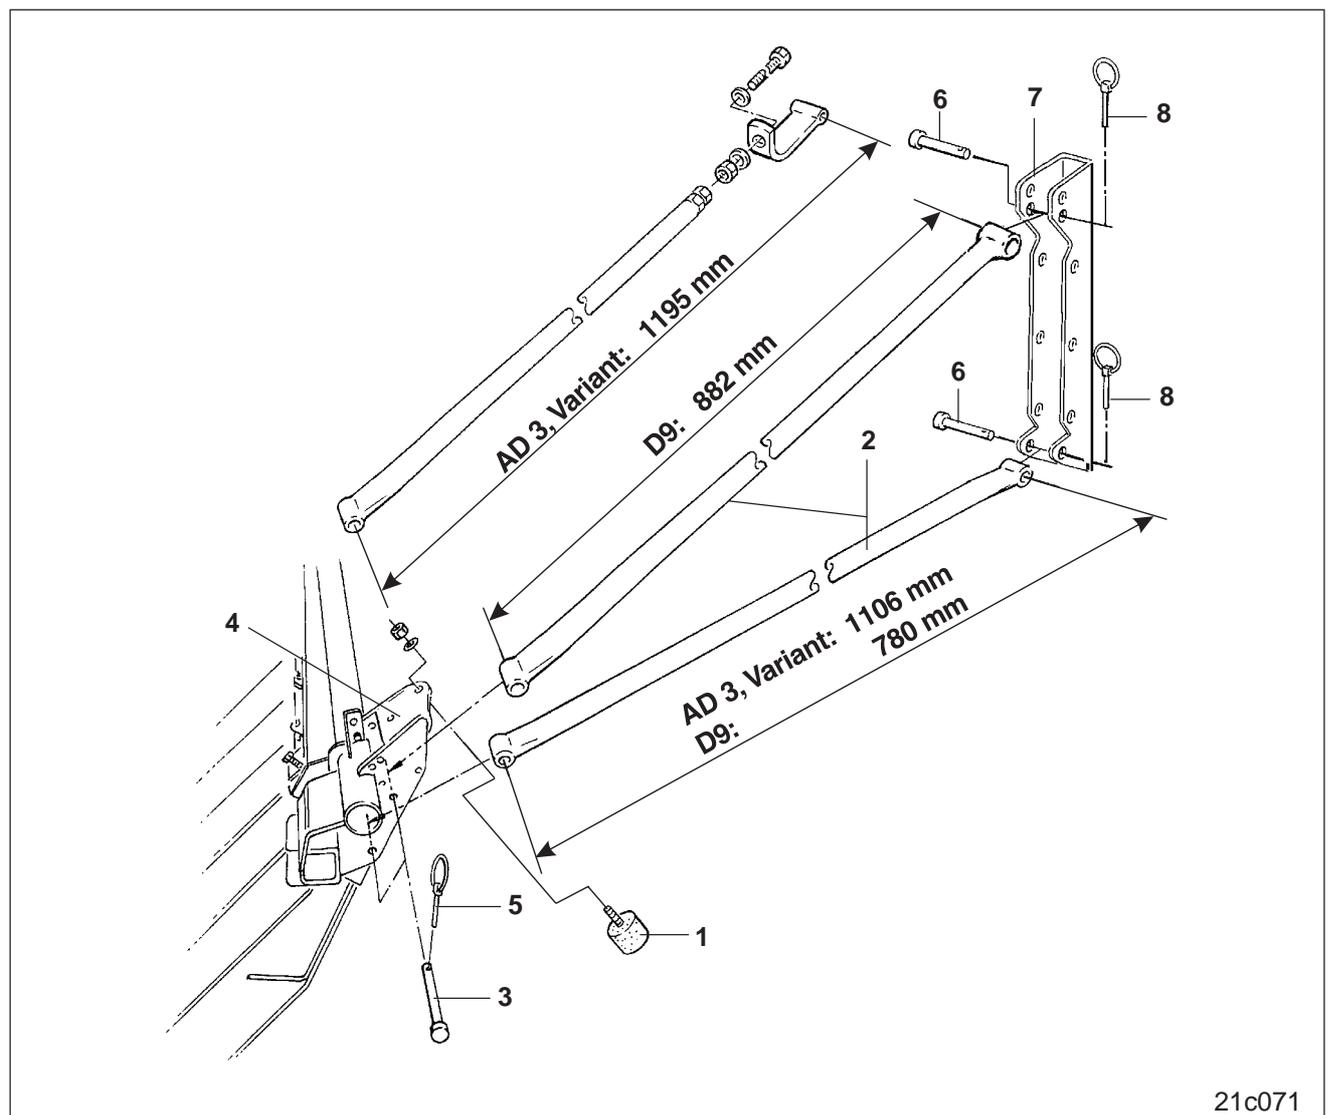

Fig. 14.2
- Schwingmetallpuffer (Fig. 14.2/1) anschrauben.
- Halterohre (Fig. 14.2/2) mit Bolzen (Fig. 14.2/3) an den Halterungen (Fig. 14.2/4) des Exaktstriegels abstecken und mit Klappsteckern (Fig. 14.2/5) sichern.
- Halterohre (Fig. 14.2/2) mit Bolzen (Fig. 14.2/6) an den Taschen (Fig. 14.2/7) abstecken und mit Klappsteckern (Fig. 14.2/8) sichern.